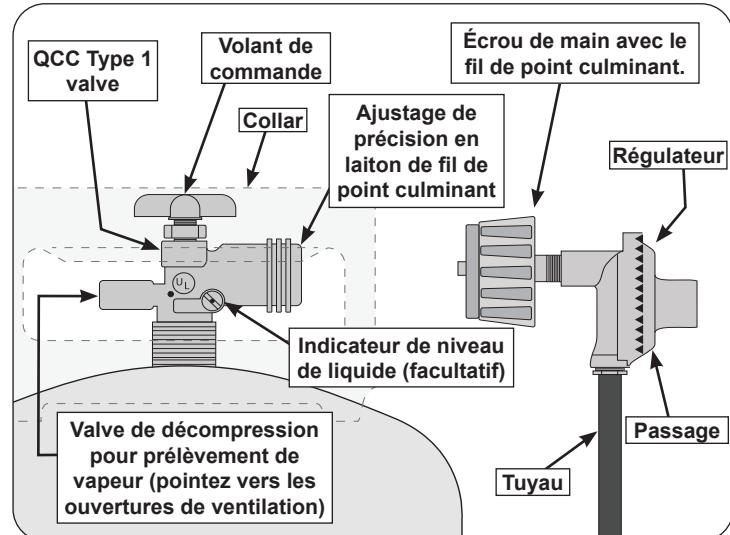

Fig. 8-1 Type coupleur de fil de point culminant d'I
- d. La bouteille utilisée doit comporter un collier pour protéger le robinet de la bouteille. Le système d'alimentation de la bouteille doit être conçu pour le retrait de la vapeur. Voir Fig. 8-1.
- e. Lorsqu'il est utilisé avec une bouteille, le système d'alimentation en gaz doit être utilisé avec un régulateur de pression. Le régulateur de pression et l'ensemble de tuyau (**non fourni**) utilisés doivent correspondre à la spécification de type I par ANSI Z 21.58/CGA 1.6 et doivent être conformes à UL 144 en tant que partie du système d'alimentation en gaz propane autonome (voir Fig. 8-1).
**Pour déconnecter:** tournez l'écrou à main dans le sens antihoraire jusqu'à ce qu'il soit détaché (Fig. 8-1)